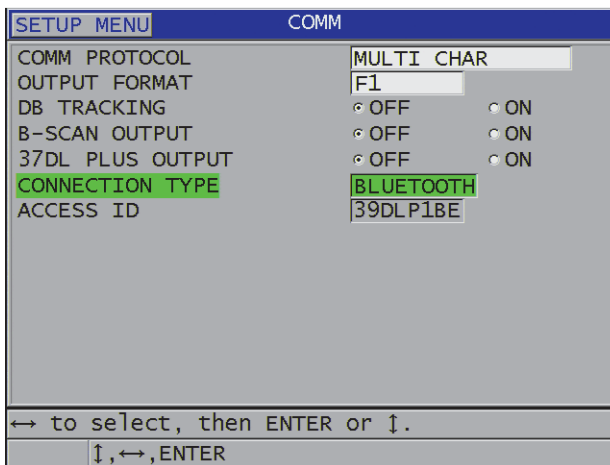

Figura 14-4 Configuración de comunicación Bluetooth
4. En la pantalla **COMANDO** (COMM), ajuste el parámetro **TIPO CONEXIÓN** (CONNECTION TYPE) a **BLUETOOTH** (ver Figura 14-4 en la página 285).